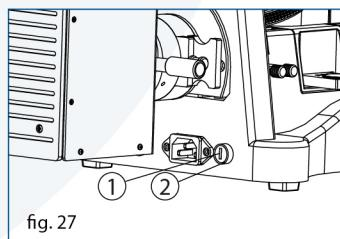

fig. 27
(Fig. 27) Antes de reemplazar el fusible, asegúrese de que el interruptor de encendido esté en "0" (apagado) y retire el cable del enchufe. Utilice un destornillador para sacar el fusible (1) del portafusibles (2) y reemplácelo por uno nuevo